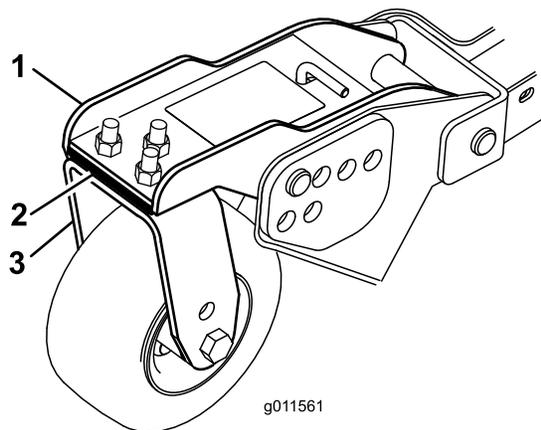

Figure 30
Tournez la lame sur chaque axe dans le sens longitudinal. Mesurez et notez la distance entre le sol et la pointe avant du tranchant. Ajoutez ou retirez des cales de 3 mm sur le(s) bras des roues pivotantes avant pour que la hauteur de coupe corresponde à celle qui est indiquée sur l'autocollant (Figure 30). Pour l'axe de la lame extérieure seulement, voir Réglage de l'inclinaison du plateau de coupe (page 56).
3. Si le bord intérieur du plateau de coupe latéral est trop élevé par rapport au bord extérieur du plateau de coupe avant, retirez une cale de 3 mm au bas du bras pivotant intérieur avant du plateau latéral (Figure 30). Vérifiez à nouveau la distance entre les bords extérieurs des deux plateaux de coupe latéraux et la distance entre le bord intérieur du plateau de coupe latéral et le bord extérieur du plateau de coupe avant.